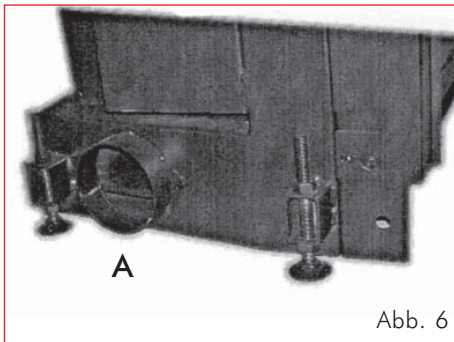

Abb. 6
Die Kamine FLAT dürfen nur in Räumen mit einer ausreichenden Zufuhr von Frischluft für die Verbrennung eingebaut werden. Um den Kamin ordnungsgemäß zu betreiben, ist erforderlich, die Verbrennungsluft zum Feuerraum mittels eines Rohres bis zu den entsprechenden Lufteinlässen an den Seiten und auf der Rückseite des Kamins zu leiten. Es ist ein Anschlussstück (A) des Durchmessers 12,5 cm für den Anschluss an die zu verwendende Zufuhrleitung (Abb. 6) vorgesehen.